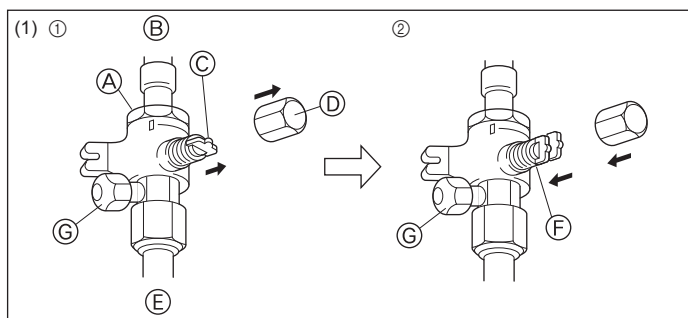
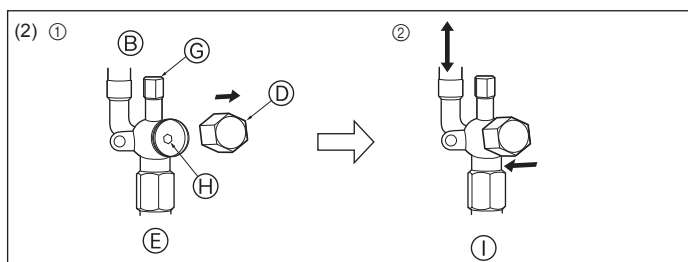

Fig. 4-9
Fig. 4-10
- (1) Gasside (Fig. 4-9)
- ① Afmonter hættten, træk håndtaget hen imod Dem og drej en 1/4 omgang mod uret for at åbne.
- ② Kontrollér, at stopventilen er helt åben, skub håndtaget ind og drej hættten tilbage til den oprindelige position.
- (2) Væskeside (Fig. 4-10)
- ① Fjern dækslet, og drej ventilspindlen mod uret så langt som muligt vha. en 4 mm sekskantet skruenøgle. Stop med at dreje, når den når stopperen (ø6,35: ca. 4,5 omgang; ø9,52: ca. 10 omgang).